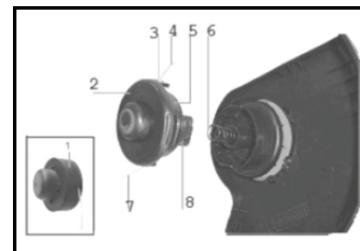

Рис.3
3. Снимите крышку [2] катушки, для чего нужно освободить ее из фиксаторов 4 и 7 (рис.3), нажав пальцами на соответствующие места (ограничены направляющими 3) на корпусе катушки. Извлеките шпульку [5] и пружину [6] из катушки.